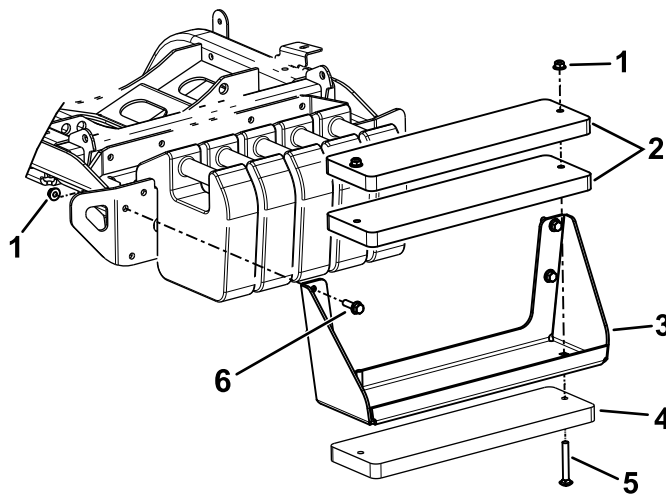

Рисунок 20
**Примечание:** Для выполнения этих действий см. Рисунок 20.
- А. Используйте болты ( $\frac{3}{8}$  x 4 дюйма) и гайки ( $\frac{3}{8}$  дюйма) для крепления 3 грузов к кронштейну (Рисунок 20).
- В. Используйте болты с шестигранной головкой и гайки (входящие в комплект) для крепления кронштейна груза к машине (Рисунок 20).
- А. Снимите кронштейн груза с машины (Рисунок 20).
- С. Используйте болты ( $\frac{3}{8}$  x 4 дюйма) и гайки ( $\frac{3}{8}$  дюйма) для крепления 3 грузов к кронштейну (Рисунок 20).
- Д. Используйте ранее снятые крепежные детали для крепления кронштейна груза к машине (Рисунок 20).